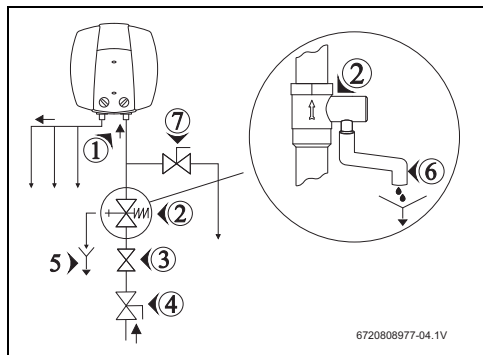

Рис. 9 Подключение воды (модель ES..-5MOWIV-B)
- ▶ Установите предохранительный клапан на подводе холодной воды к бойлеру (→ рис. 9 и 10).
Если давление воды превышает 80% от максимально допустимого давления бойлера (6,4 бар), то установите редукционный клапан (→ рис. 9). При повышении давления в бойлере более 6,4 бар срабатывает предохранительный клапан. Вода, вытекающая из клапана, должна отводиться.
- ▶ Закройте водопроводный кран (→ рис. 9).